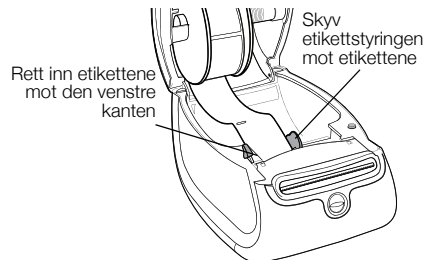

Figur 7
- 6 Sett etikettspolen inn i åpningen i merkemaskinens deksel, slik at etikettene kommer ut fra undersiden av rullen. Se Figur 7.